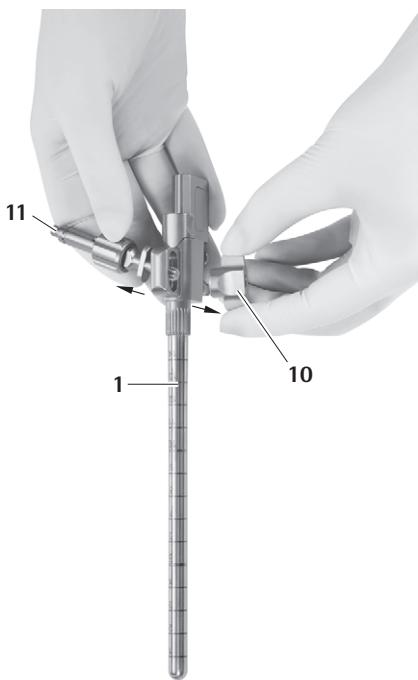

Fig. 13
- ▶ Avlägsna fästarmsadaptern 11, se Fig. 13.